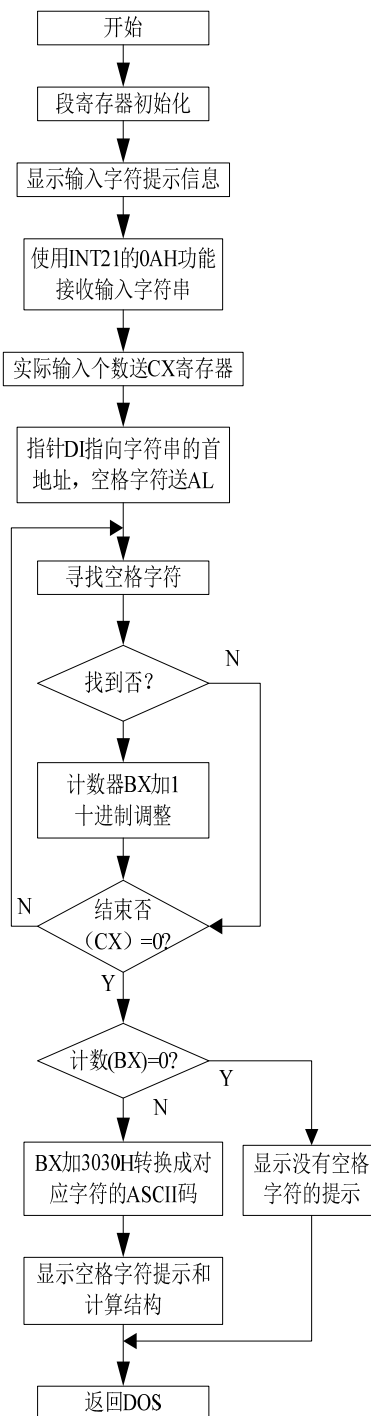

图 1-5-1 程序流程图
3. 完成字节匹配程序的参考流程图，如图 1-5-1 所示。
2. 按题目要求，参考流程图，在实验前按图 1-5-1 程序流程图编写好源程序。